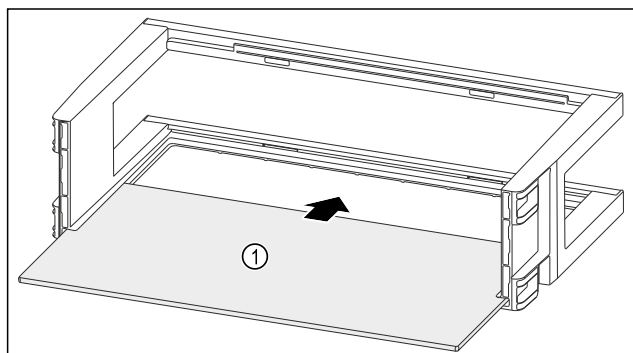

Fig. 144
- Inserire il ripiano Fig. 144 (1) negli incavi laterali.